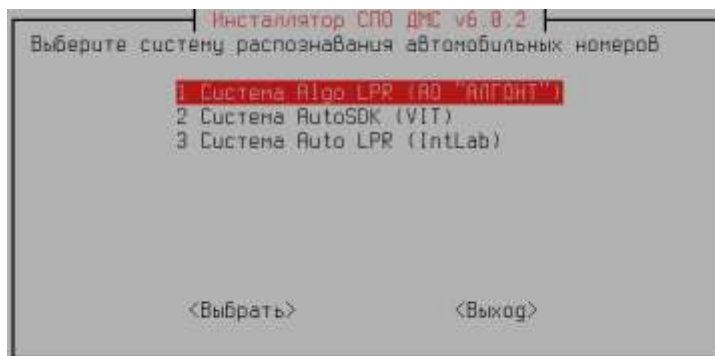

Рисунок 19 — Выбор библиотеки распознавания номеров
6) Для модуля распознавания номеров необходимо указать тип используемой библиотеки распознавания номеров. Перед установкой СПО АДС необходимо определиться с типом библиотеки, которая указывается в эксплуатационной документации на АДС (Рисунок 19):